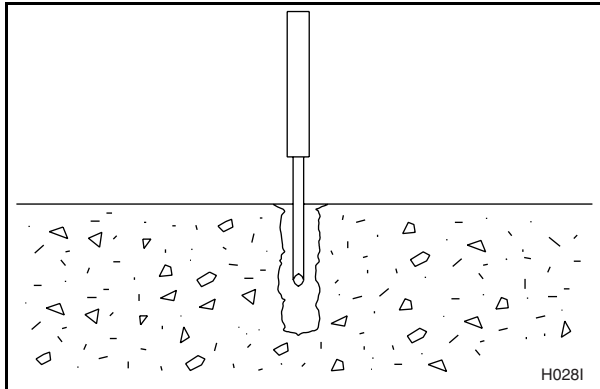

Figura 18
6. Utilice aire comprimido o una perilla sopladora para limpiar cada uno de los agujeros. Vea la Figura 18.